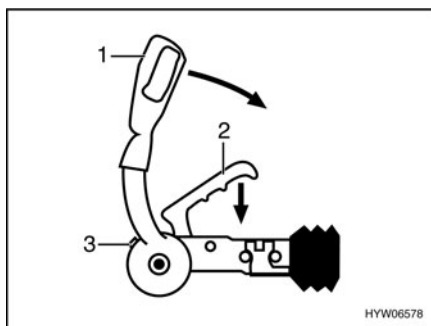

Fig. 2 Acoplamiento de seguridad AKS 3004
- Tirar de la palanca de estabilización (Fig. 2,1) hasta el tope superior.
- Tirar de la palanca de acoplamiento (Fig. 2,2) hacia arriba.
- Ejecutar control visual: El cilindro verde del indicador de seguridad (Fig. 2,3) debe estar visible.
- Activar el dispositivo de estabilización. Tirar de la palanca de estabilización (Fig. 2,1) hasta el tope inferior.